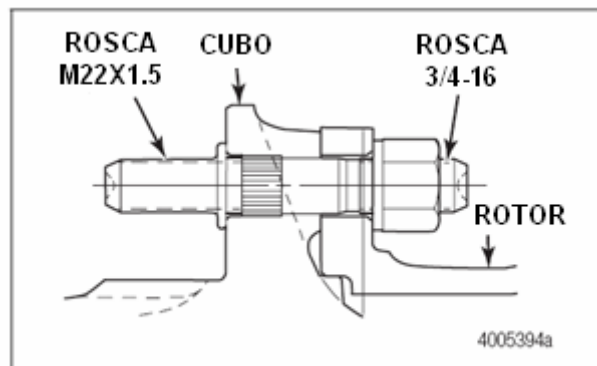

Figura 13.37
1. Apriete las tuercas internas de 3/4-16 a 100 lb-ft (136 N«m) para asentar los pernos de rueda. Figura 13.37. ①
2. Apriete las tuercas externas de M22 x 1.5 a 390-450 lb-ft (529-610 N«m) para instalar las ruedas piloteadas con cubo. ①